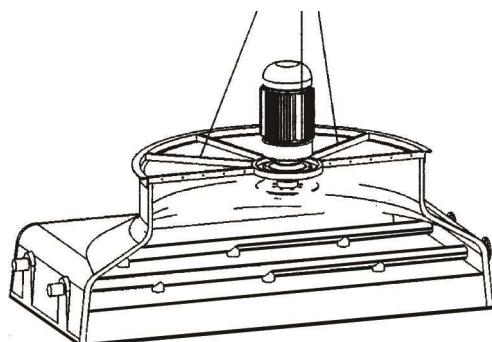

Fig. 6
- In the part including the electric motor, hook a sling to two of the spokes (or to the eye bolts) of the fan supporting ring, fastening the motor to balance the assembly in the way shown on Figure 6.
- Dans la quatrième partie qui porte le moteur, accrocher une élingue à deux des rayons (ou bien aux points d'élevage) de l'anneau support du ventilateur et attacher le moteur pour équilibrer l'ensemble comme il est indiqué sur la figure 6.